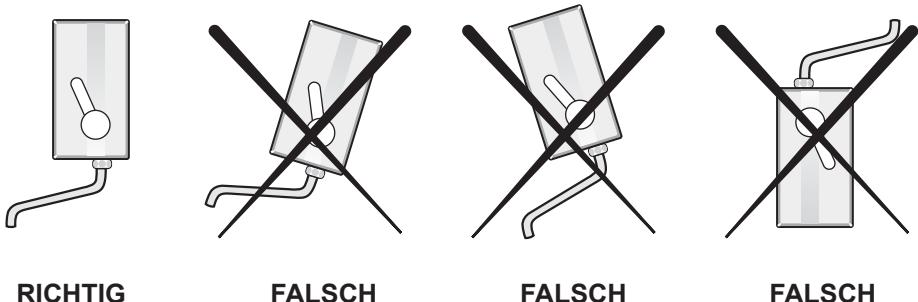

Abb. 1
- Das Gerät ausschließlich wie in Abbildung 1 dargestellt bedienen.
Die Überwurfmutter (1) an der Rückseite des Durchlauferhitzers und die Dichtung (2) mit der Kaltwasserleitung mit $\frac{1}{2}$ " Außengewinde verschrauben. Ist diese Verschraubung fest genug, um den Durchlauferhitzer während der Bedienung in der senkrechten Position (s. Abb. 1) zu halten, besteht keine Notwendigkeit das Gerät zusätzlich an der Wand zu befestigen. Ist die Verschraubung nicht ausreichend, muss der Durchlauferhitzer noch zusätzlich fixiert werden. Dazu den Deckel des Wassermischers abnehmen (Abb. 3, Pos. 4), die Schraube (Abb. 3, Pos. 5) lösen und den Wassermischer abnehmen. Die Schrauben an den Geräteseiten lösen und das Gehäuse abnehmen. Während das Gerät mit der Kaltwasserleitung verschraubt ist, die Platzierung des DüBELS (6) markieren und die Distanzhülsenlänge durch entsprechenden Zuschnitt anpassen. Den Durchlauferhitzer von der Kaltwasserleitung lösen und eine 6mm breite Öffnung an der markierten Stelle bohren. Den Dübel einsetzen. Die Überwurfmutter mit der Dichtung erneut, jedoch zunächst nur leicht, mit der Wasserleitung verschrauben. Den Durchlauferhitzer nun mit Hilfe der Schraube (4)